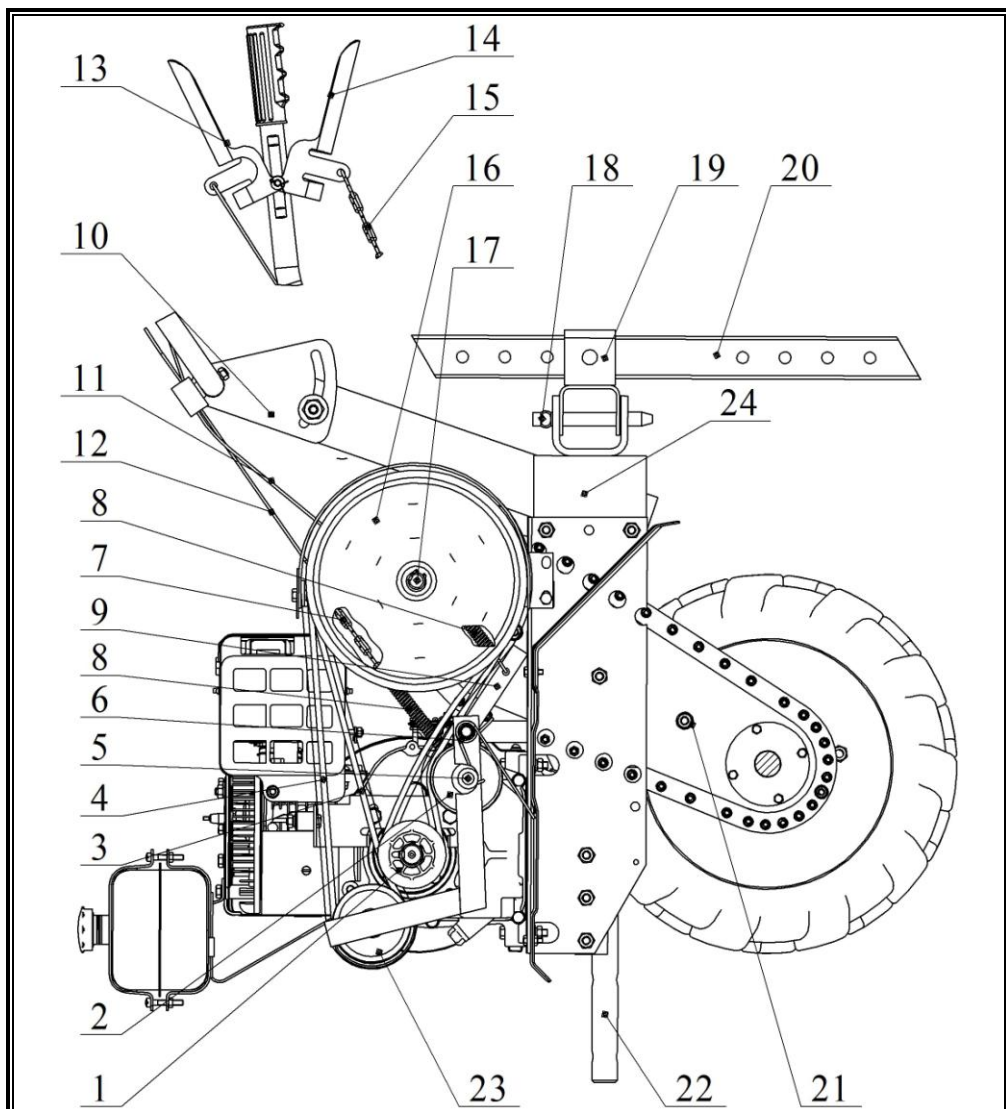

Рисунок 3 – Мотоблок. Вид слева (щиток снят).
- 3) переносите мотоблок за штырь 22 (рисунок 3) и руль 8 (рисунок 4);